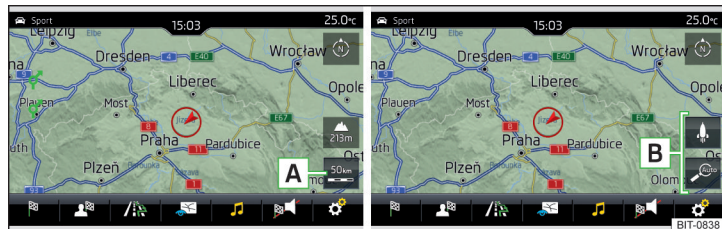

Fig. 182 Superficies funcionales para el cambio de la escala del mapa
► Pulse la superficie funcional **A** » fig. 182.
En el área **B** » fig. 182 se visualizan las superficies funcionales para el cambio de escala del mapa.